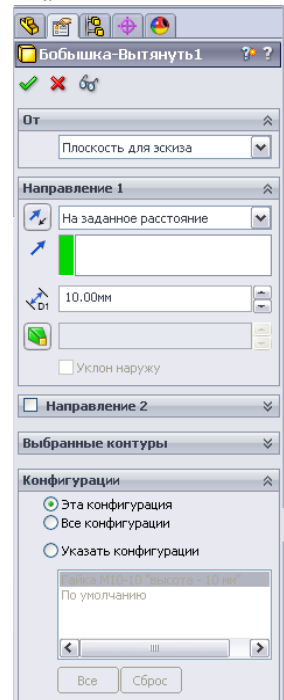

Рисунок 8.17 - Зміна конфігурації гайки
7. На екрані з'явиться вікно «**Бобышка-Вытянуты1**», де поміняємо висоту елемента з 15 мм на 10 мм, не забувши вказати в розділі «**Конфигурации**», що зміни стосуються лише цієї конфігурації (рис. 8.17).